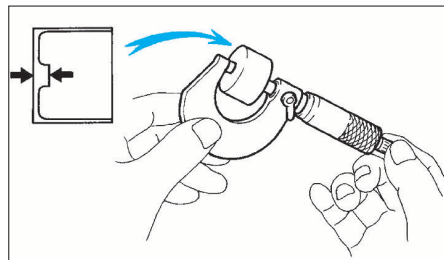

FIG. 26
- Micromètre (fig. 26).
- À l'aide d'un micromètre, mesurer l'épaisseur du poussoir à remplacer (fig. 26).